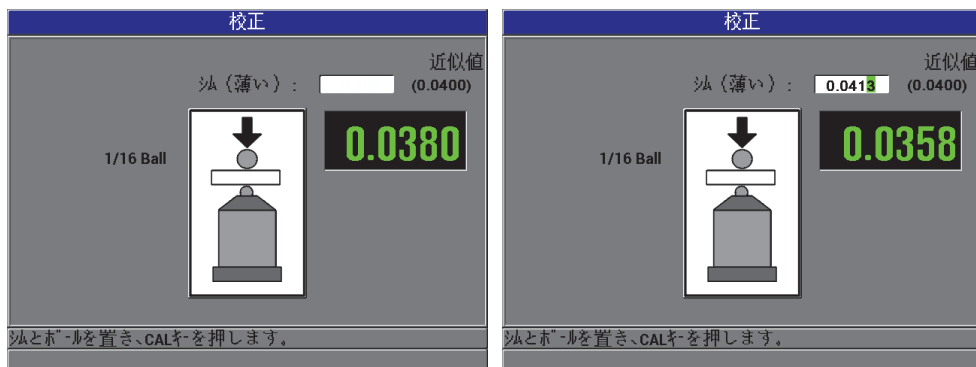

図 4-7 シム（薄い）校正ポイント
5. シム（薄い）ポイント：厚さ計は、特定の校正用シム（薄い）をプローブの先端に置くように指示します。この校正用シム（薄い）のポイントの厚さは、選択したターゲットボール、ディスク、ターゲットワイヤーによって変化します。このシムのおおよその厚さは、下方の測定ボックスに表示されます。[校正]を押して、テキストボックスに測定値を転送し、矢印キーで校正用シムのすでに判っている厚さを入力してから、[校正]を押します（75 ページ図 4-7 参照）。